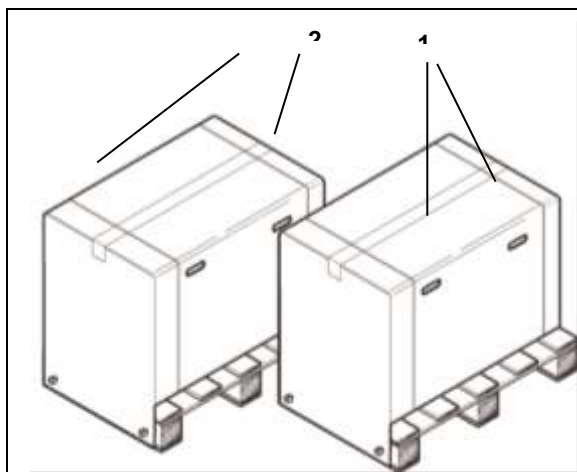

Рис. 6.1-1
Упаковка и оборудование хрупкие, обращайтесь с ними с осторожностью. Перевозите оборудование без резких рывков и ударов. **РУЧКИ НА УПАКОВКЕ (1 Рис. 6.1-1) ИСПОЛЬЗУЮТСЯ ТОЛЬКО ДЛЯ ВЕРТИКАЛЬНОГО ПОДЪЕМА.** Храните упаковку в сухом и защищенном месте. Упаковка должна быть сохранена в течение всего гарантийного периода.
- откройте коробку, не повредив стяжек, удерживающих коробку ( 2 на рис. 6.1-1);